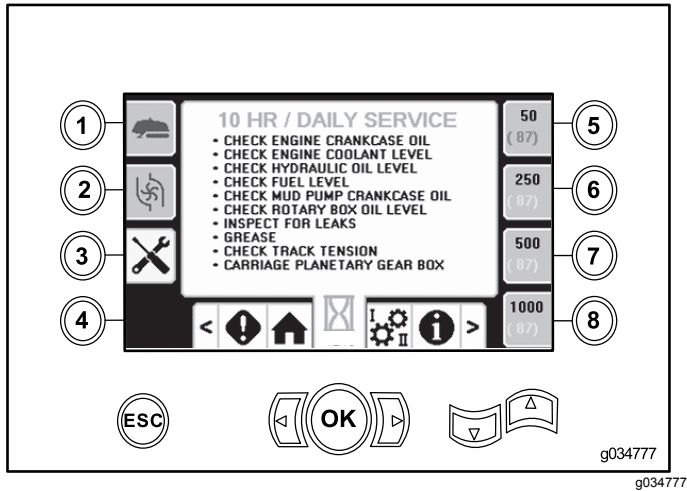

Figura 50
- Botão 3 – 10 horas/dia (Figura 50)